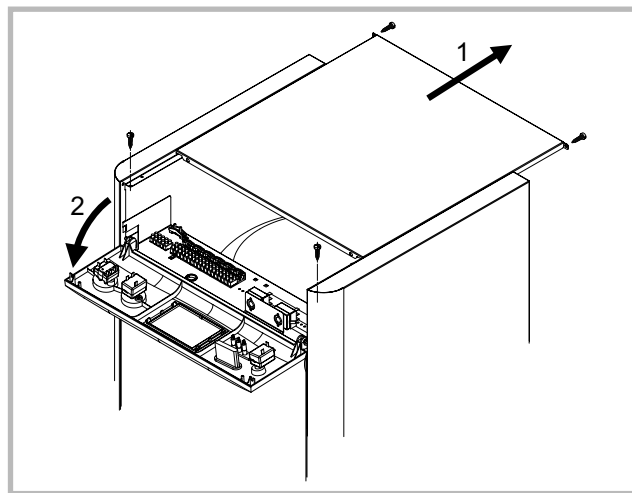

Figure 14 - Accès aux bornes de raccordement
- Basculer le tableau de contrôle (fig. 14).